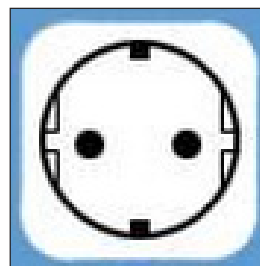

fig. 24 - Presa Schuko
- una presa a muro Schuko con messa a terra e protezione separata (fig. 24);